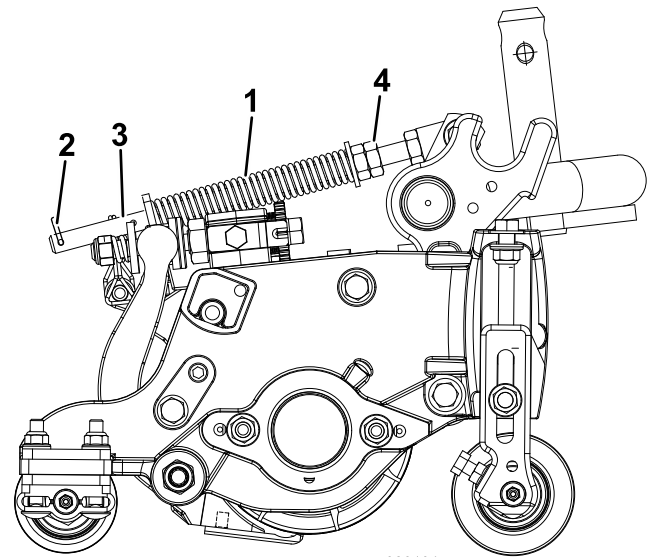

Figura 11
- 2. Apriete las tuercas hexagonales del extremo delantero de la varilla del muelle hasta que la longitud comprimida del muelle sea de 12,7 cm (Figura 11).
El muelle de compensación del césped (Figura 11) transfiere peso del rodillo delantero al trasero. (Esto ayuda a reducir el patrón de ondulación en el césped.)
- 1. Asegúrese de que el pasador de horquilla está instalado en el taladro del extremo de la varilla (Figura 11).